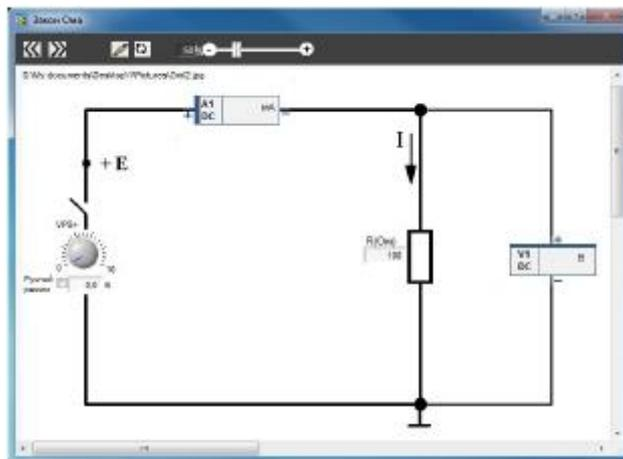

Рис. 2
3. Из главного меню двойным щелчком выберите лабораторную работу **Закон Ома**. Нажмите кнопку **Следующий (>>)** на панели инструментов. Откроется заранее подготовленное в соответствии с Рис. 1 изображение электрической схемы лабораторной работы с размещенными на ней полями компонентов и приборов (Рис. 2).
4. Соберите на плате цепь в соответствии со схемой на Рис. 2. Установите номинал сопротивления, соответствующий заданному преподавателем варианту в соответствии с Табл. 1.